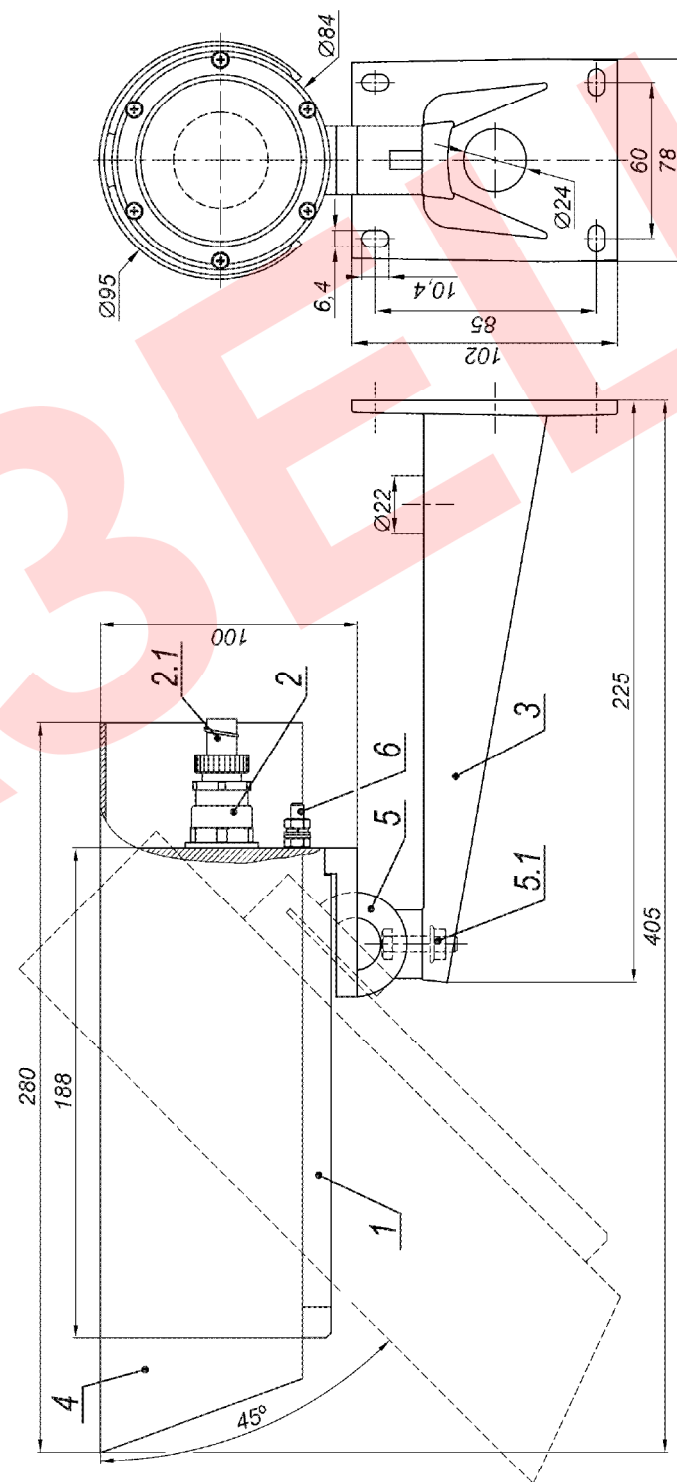

Рис.1 Состав изделия. Габаритные и установочные размеры
1. Установить кронштейн (поз.3 рис.1) на штатное место и закрепить на нём термокожух с видеокамерой (поз.1 рис.1).
8. Ослабив гайку болта фиксации шарнира (поз.5.1 рис.1), установить видеокамеру на нужное направление обзора, после чего надёжно зафиксировать шарнир, затянув гайку.
9. Заземлить видеокамеру с помощью болта заземления (поз.6 рис.1).